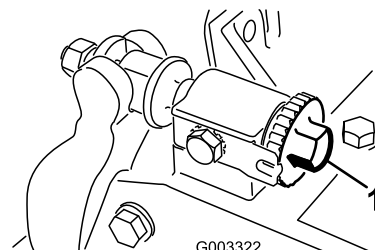
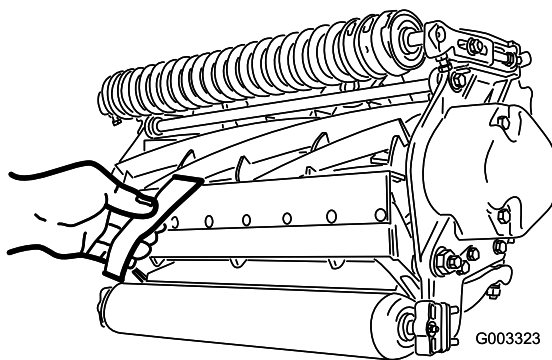

図 11
図 12
1. ユニットを水平で平らな作業台の上に置く。ベッド・バー調整ネジ（図 11）を左に回して、リールと下刃の接触を完全になくす。
重要 ユニット左右についているベッドバー調整ネジのナットが床に当たっていないことを確認する（図 11）。
3. リール前面の左右いずれかの端を選び、リールと下刃の間に新聞紙片を差し入れる（図 12）。リールをゆっくり前回転させながら下刃調整ネジ（図 11）を締め（新聞紙を入れた側の調整ネジを、1 目盛りずつゆっくりと）、新聞紙を前から（ベッドナイフの上面に平行に）入れると軽く挟まれる程度に調整する。新聞紙を引き抜くのに軽い力が必要な程度でよい。
5. 両側の調整ができれば最終確認を行う：紙片をリールの前から差し込んだ時にははさむだけ、下から差し込むと切れるのが正しい調整である（図 12）。リールと下刃のぐくわずかの接触で紙が切れなければいけない。接触を強くしないと切れない（リールが新聞紙を強く挟み込まないと切れない）場合には、鋭利な刃先を取り戻して精密なカットができるようにバックラップか研磨を行うことが必要である（Toro リール・モアとロータリー・モアのための研磨マニュアル Form No. 80-300PT を参照）。